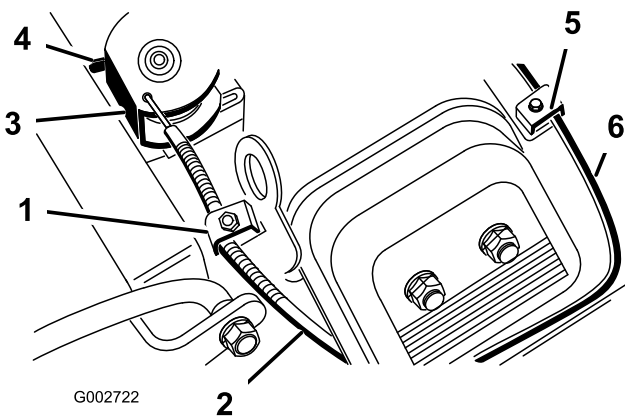

Bild 38
2. Lockern Sie die Klemmschraube des Bowdenzugs, mit der dieser am Motor befestigt ist (Bild 38).
4. Ziehen Sie fest am Bowdenzug, bis die Rückseite des Drehzapfens den Anschlag berührt (Bild 38).
2. Lockern Sie die Klemmschraube des Chokezugs, mit der dieser am Motor befestigt ist (Bild 38).
4. Ziehen Sie fest am Chokezug (Bild 38), bis die Choke-Drosselklappe ganz geschlossen ist; ziehen Sie dann die Klemmschraube des Chokezugs fest.